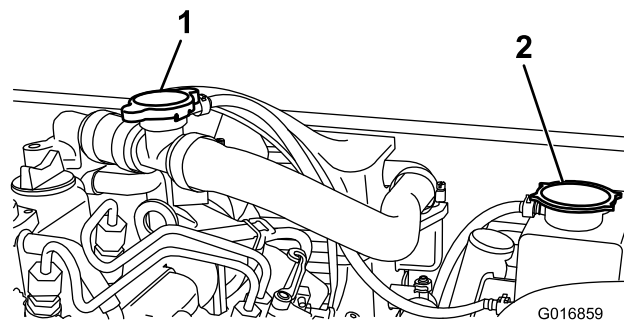

Figure 52
2. Enlevez le bouchon de remplissage (Figure 52) et faites le plein de liquide de refroidissement.
3. Remettez le bouchon de remplissage et enlevez le bouchon du réservoir de trop-plein (Figure 52).
2. Enlevez le bouchon du réservoir de trop-plein du radiateur (Figure 52).